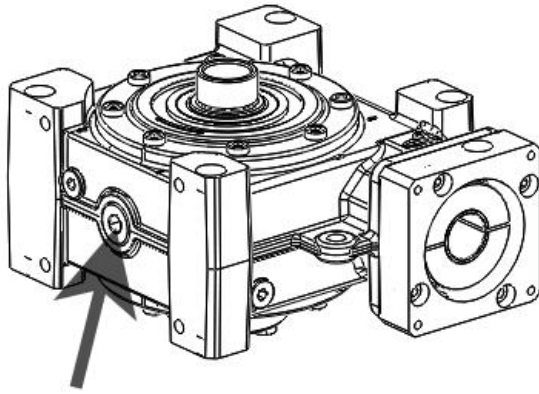

Figura 8.1
- Ü Scaricare l'olio mediante il tappo a vite. (Figura 8.1)